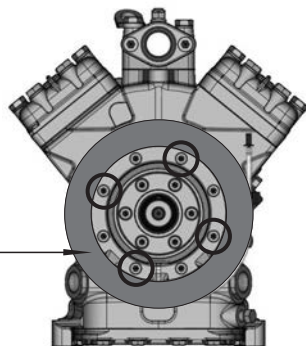

Рис. 9
- Установить поле магнитов на калибровую посадку и снова зафиксировать с помощью четырех винтов с цилиндрической головкой М8 (рис. 9). Момент затяжки винтов = 37 Нм.